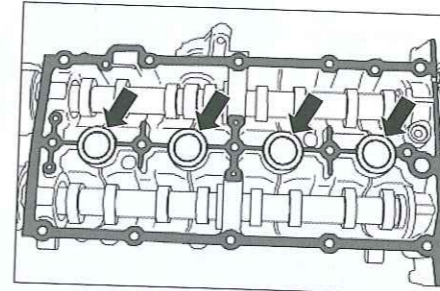

Fig. 68
- Colocar las cuatro juntas de estanqueidad nuevas en las ranuras de la culata (Fig.68).